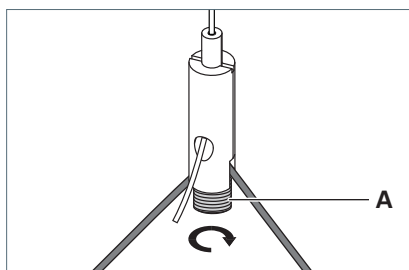

Fig. 26: Allineamento dell'apparecchio.
- Per allineare l'apparecchio d'illuminazione, allentare le viti **A** sui fermacavi, vedi Fig. 26.